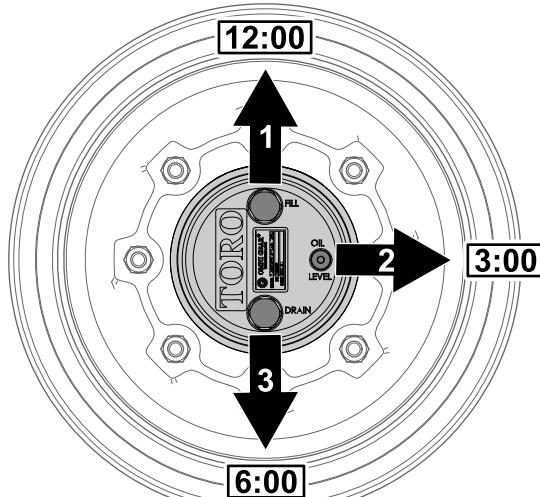

Рисунок 60
заливного отверстия находилась в положении «12 часов», пробка контрольного отверстия – в положении «3 часа», а пробка сливного отверстия – в положении «6 часов» (Рисунок 60).
2. Снимите пробку контрольного отверстия, расположенную в положении «3 часа» (Рисунок 60).
- Припаркуйте машину на ровной поверхности, расположите колесо так, чтобы пробка заливного отверстия находилась в положении «12 часов», пробка контрольного отверстия – в положении «3 часа», а пробка сливного отверстия – в положении «6 часов»; см. Рисунок 60 в разделе Проверка масла в планетарном редукторе \(страница 66\).